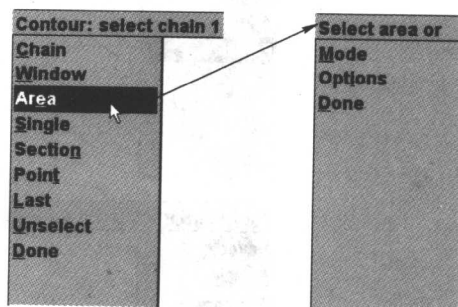

图 1-10 “Area” 菜单
(3) Area (面积): 用光标单个选取图素进行串连形成多边界, 当在一个封闭外形的边界输入一点时, 系统串连最里边的封闭边界, 包括已输入的点和在外边界内所有封锁的边界。当从串连方法菜单中选取“Area”时, “Area”菜单显示如图 1-10 所示。